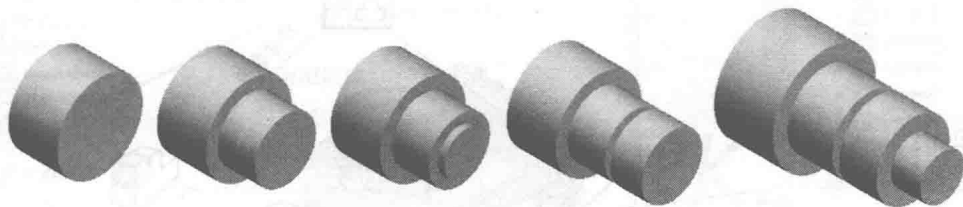

图 1-6 “层叠蛋糕”法
**1. “层叠蛋糕”法** 用层叠蛋糕方法创建这个零件，如图 1-6 所示。一次创建一层，后面一层或者特征加到前一层上。如果改变了某一层的厚度，在其基础上创建的后面的层的位置也将随之改变。